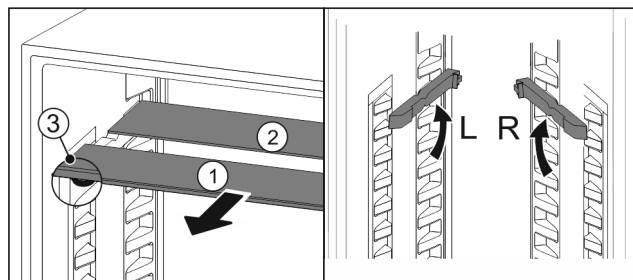

Fig. 100
- Skleněné desky jednotlivě vytáhněte dopředu Fig. 100 (1).
- Skleněná deska Fig. 100 (1) s ozdobnou lištou leží vpředu.
- Zářezky Fig. 100 (3) směřují dolů.